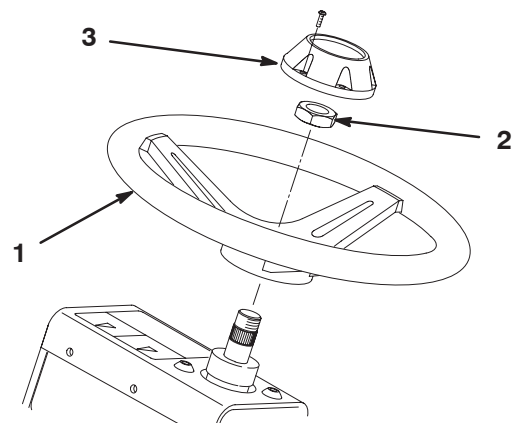

Figure 7
2. Fixez le volant sur l’arbre avec l’écrou de blocage (Fig. 7) et serrez-le à 27–35 Nm.
3. Fixez le couvre-moyeu au volant avec la vis (Fig. 7).